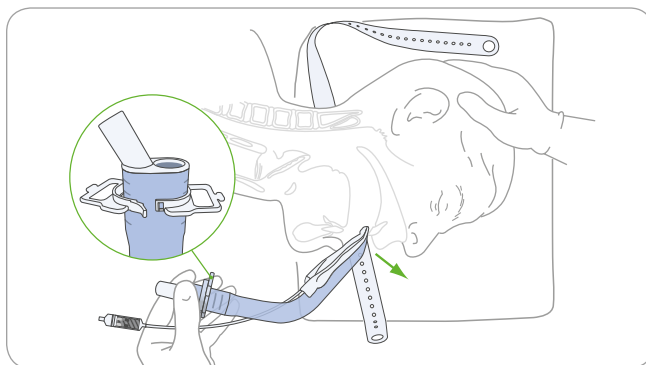

Рис. 9. Прижмите конец маски к твердому небу
5. Разместите держатель над секцией прикусного валика так, чтобы ровная поверхность фланца была обращена в сторону пациента, после чего сдвиньте держатель к середине БЕЗ ЗАЩЕЛКИВАНИЯ, как показано на **рис. 9**. В целях облегчения использования рекомендуется разместить держатель так, чтобы при введении устройства зажим держателя был повернут в сторону носа пациента.
7. Удерживайте устройство в точности так, как показано на **рис. 9**.